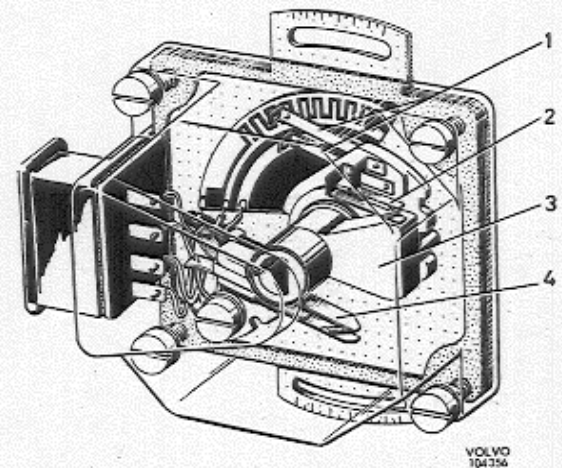

Abb. 2-12 Drosselklappenschalter
Der Drosselklappenschalter erfüllt zwei Funktionen. Teils veranlaßt er das Steuergerät bei Beschleunigung die Kraftstoffzufuhr zu erhöhen, teils bei Schiebepetrieb und im Leerlauf das CO-Potentiometer einzuschalten, das den CO-Gehalt reguliert. Bei Gasansprechung werden zuerst die Kontakte (2, Abb. 2-12) zusammengedrückt. Dabei wird der Stromkreis geschlossen, so daß Strom von einem Schleifkontakt zum anderen fließen kann. Indem die Schleifkontakte über das Zickzackmuster geführt werden, gehen Impulse an das Steuergerät. Je nach Anzahl und Frequenz dieser Impulse bestimmt das Steuergerät dann die zusätzliche Einspritzmenge, die Anzahl zusätzlicher Einspritzungen sowie die Ausdehnung der normalen Einspritzdauer. Bei Gaswegnahme trennen sich die Kontakte (2), so daß dem Steuergerät keine weiteren Impulse für zusätzliche Einspritzung zugeleitet werden, wenn die Drosselklappe schließt. Bei völlig geschlossener Drosselklappe (Leerlauf oder Schiebepetrieb) schließt sich das Kontaktpaar (4), wobei gleichzeitig das CO-Potentiometer eingeschaltet wird, das den CO-Gehalt reguliert.